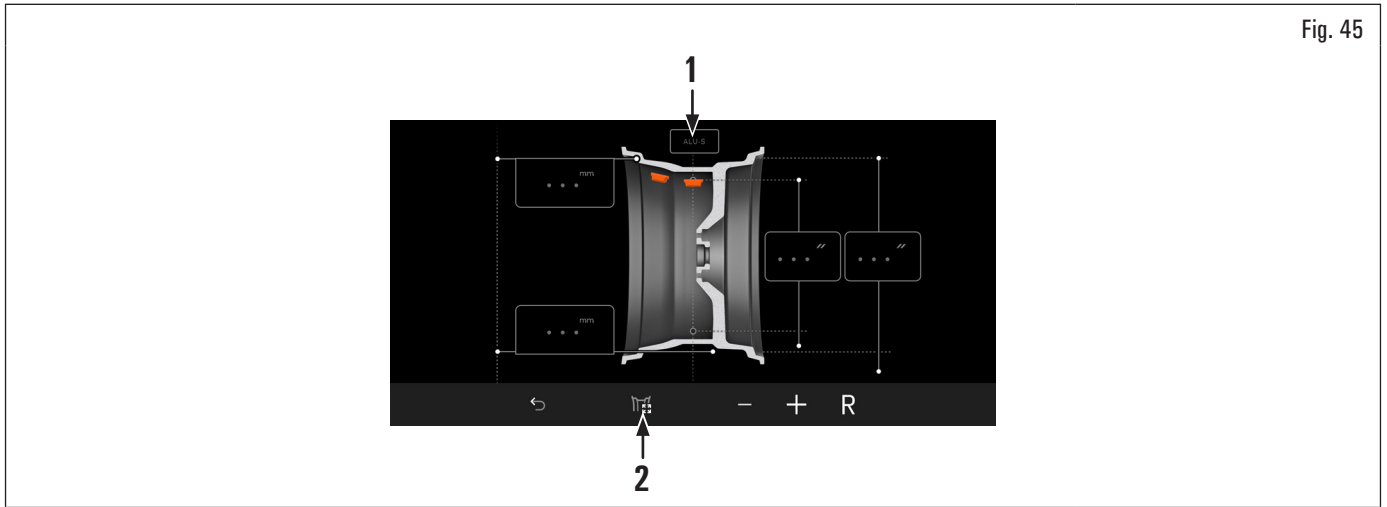
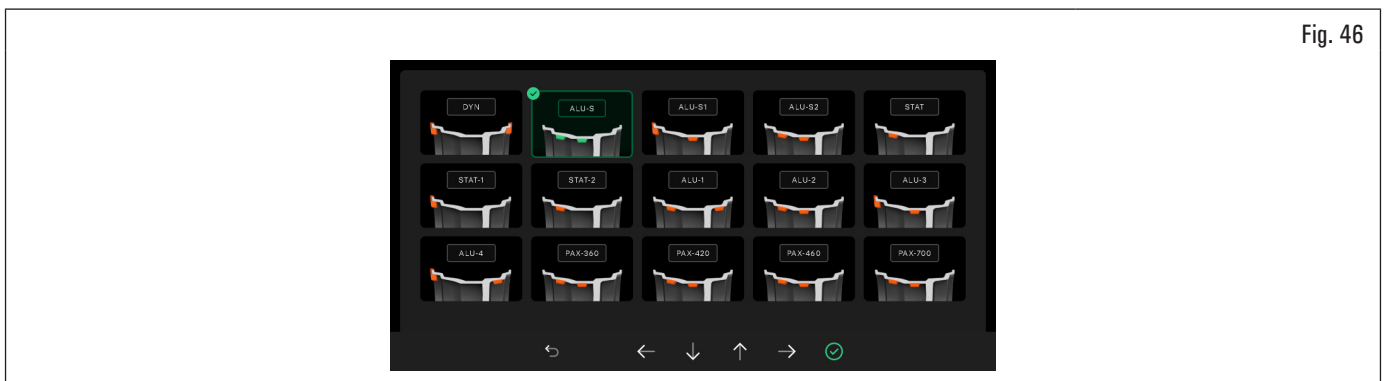

Fig. 45
Fig. 46
Para seleccionar el programa de equilibrado proceder como se describe a continuación: pulsar el icono (Fig. 45 ref. 1 ó 2) para visualizar la pantalla (ver Fig. 46), desde la que se puede seleccionar el programa deseado pulsando directamente sobre el icono del programa o desplazándose pulsando sobre los iconos
8. si el operador decide cambiar el programa de equilibrado, es posible intervenir de la siguiente manera: presionando el icono de programas (Fig. 45 ref. 1 o 2) se mostrará la siguiente pantalla de selección de programas: